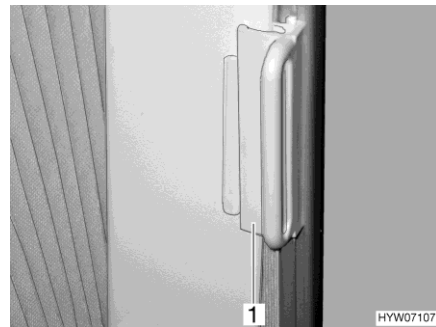

Fig. 33 Verrouillage pour dispositif occultant plissé
- Bloquer : ■ Pousser la poignée (Fig. 33,1) sur la pièce de fixation. Le dispositif occultant plissé est bloqué.